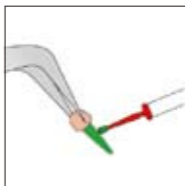

図20
- ① ジーシー エッチング液を被着面に塗布し図20、5秒間放置後、水洗、乾燥します。